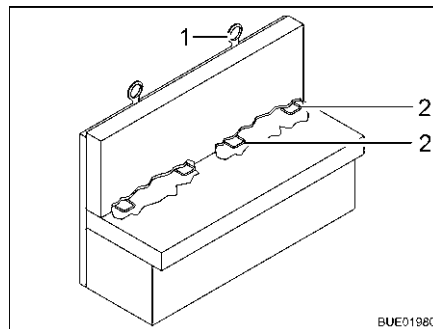

Fig. 26 Sécurité enfant Isofix
Quand le véhicule est équipé d'une sécurité enfant Isofix, les sièges appropriés portent un symbole Isofix. Ces sièges possèdent un étrier de fixation (Fig. 26,2) et un point d'ancrage supplémentaire en haut sur l'accoudoir (Top Tether) (Fig. 26,1). Utiliser des systèmes de retenue pour enfants compatibles avec Isofix. Les systèmes de retenue pour enfants possèdent des bras encliquetables qui s'enclenchent dans les étriers de fixation du siège.
- Fixer si possible de plus le siège pour enfant au Top Tether (Fig. 26,1).